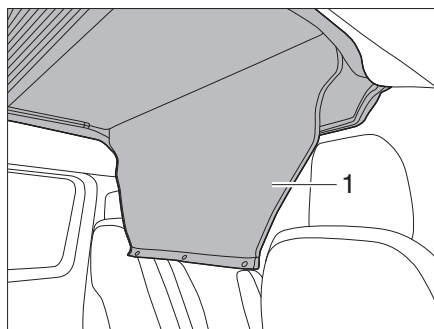

Figura 11 Desenrollar la cubierta de acceso
- Desenrollar la cubierta de acceso (Figura 11,1).
- Cerrar la cubierta de acceso (Figura 11,1) con los broches.